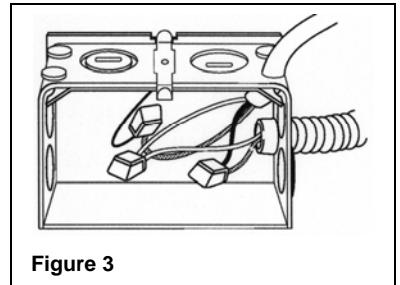

Figure 3
2. S'assurer que le courant électrique est coupé avant d'installer l'appareil. Retirer la porte imperdable enclipsable de la boîte de jonction et enlever la débouchure requise à l'aide d'un tournevis. Les pinces de câble type Romex sont accessibles par les débouchures (Voir la Figure 3). Acheminer les fils d'alimentation à la boîte de jonction par un câble blindé ou type Romex.